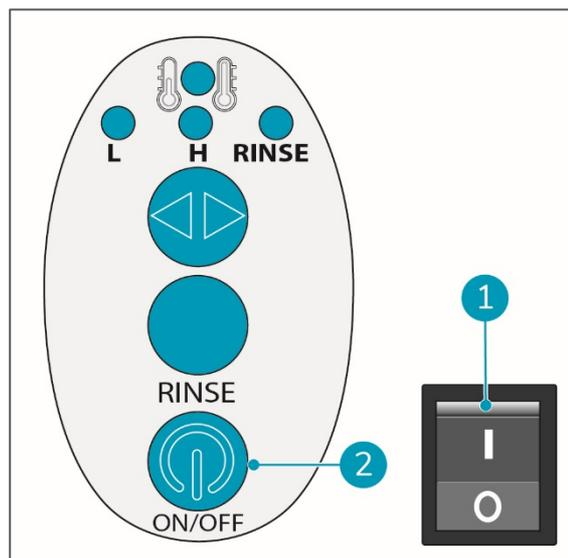

Figura 16
1. Desligue o vapor através do botão ON/OFF (ligar/desligar) (figura 16, posição 2).
2. Desligue o i-gum® através do interruptor de alimentação principal (figura 16, posição 1).